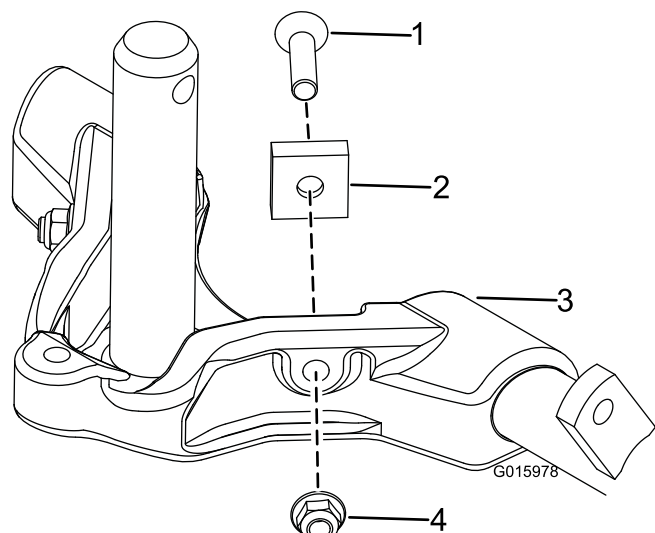
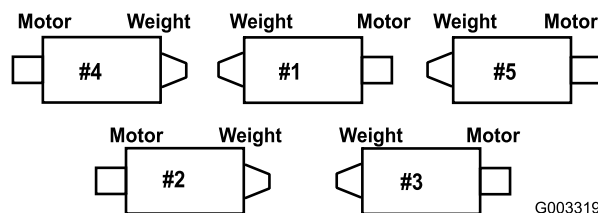

Figure 8
Figure 9
Augmentez la direction des plateaux de coupe arrière en retirant les (2) entretoises de pivot, vis à tête creuse et contre-écrous à embase (Figure 8) des bâtis porteur des plateaux de coupe arrière (n° 2 et n° 3) (Figure 9).
2. Vis (2)
5. Placez les 2 vis de fixation du moteur de cylindre sur la plaque latérale gauche du plateau de coupe sans les serrer (Figure 9).